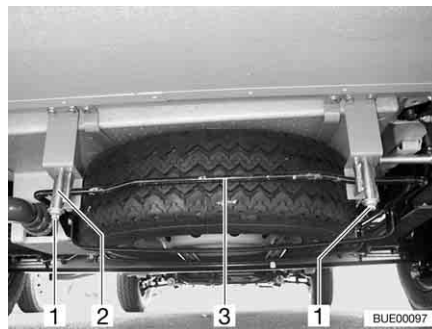

Bild 279 Ersatzrad-Halterung (Aufnahmekorb)
- Muttern (Bild 279, 1) am rechten und linken hinteren Haken (Bild 279,2) der Ersatzrad-Halterung lösen.
- Bügel (Bild 279,3) leicht nach oben drücken. Gleichzeitig Haken nach unten ziehen und Bügel aushängen.